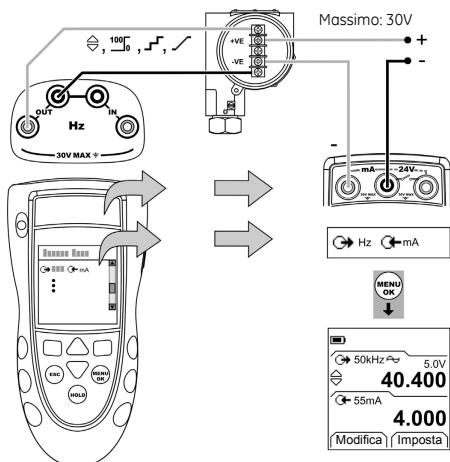

Figura 3: Esempio configurazione – calibrazione trasmettitore con alimentazione esterna del loop
- Collegare lo strumento (Figura 3/4) e, se necessario, modificarne il Setup (Tabella 1).